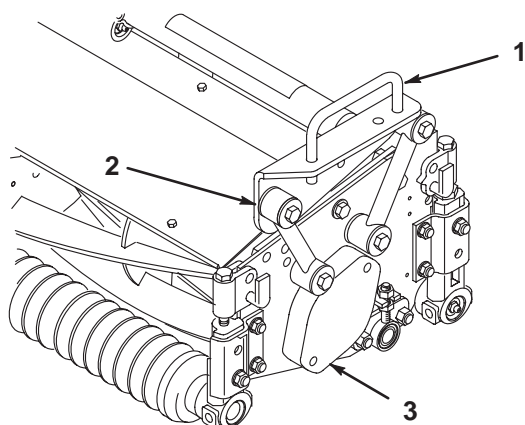
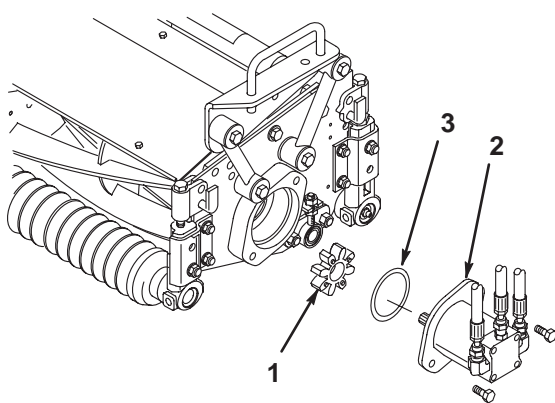

図 5
図 9
2. キャリア・フレームを、各カッティングユニットの取り付け穴に合わせる (図5)。
3. キャップスクリュ2個 (3/8 × 2-1/4) 平ワッシャ (2枚) とロックナットを使用して、取り付けリンクとキャリア・フレームを連結する (図5)。ワッシャはリンク両側に1枚ずつ使用する。ナットを41 N.m (4.2 kg.m) にトルク締めする。
2. 右側カuttingユニットの内側からベアリング・ハウジングのカバー (図5) を取り、そのカバーとガスケット (カuttingユニット付属部品) を外側に取り付ける。ベアリング・ハウジングからスパイダ・カップリング (図9) を取り出す。
3. 駆動モータのフランジにOリング (カuttingユニットの付属部品) を取り付ける (図9)。